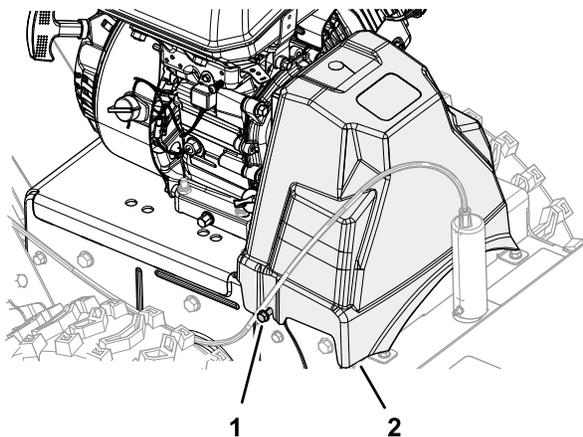

Figure 43
1. Alignez les fentes du couvercle de courroie avec les deux vis à embase (Figure 43).
2. Montez le couvercle de courroie sur la machine (Figure 43).